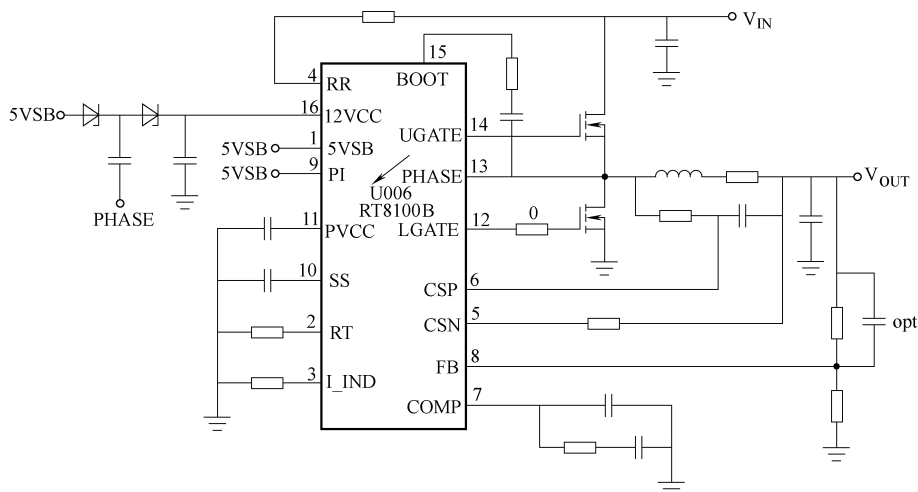

图 5-19 U006 (RT8100B) 参考应用电路
- 3) U006 (RT8100B) 参考应用电路如图 5-19 所示。